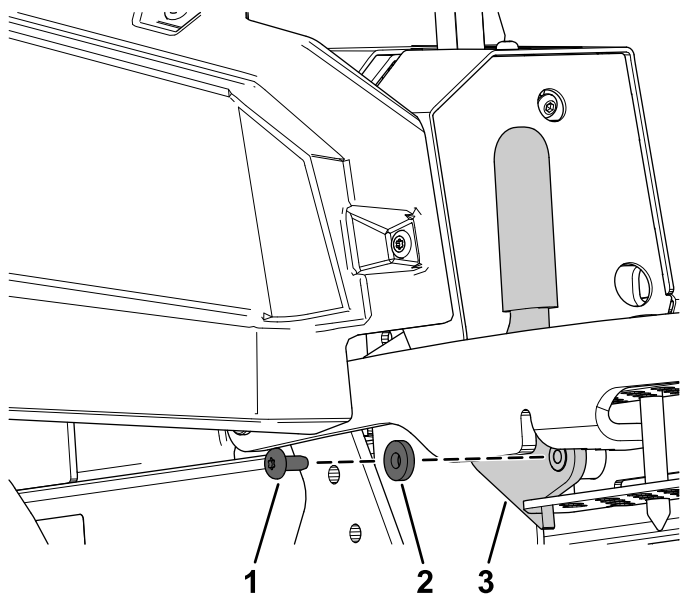

Figure 22
3. Retirez le boulon, la rondelle et le verrou de transport (Figure 22).